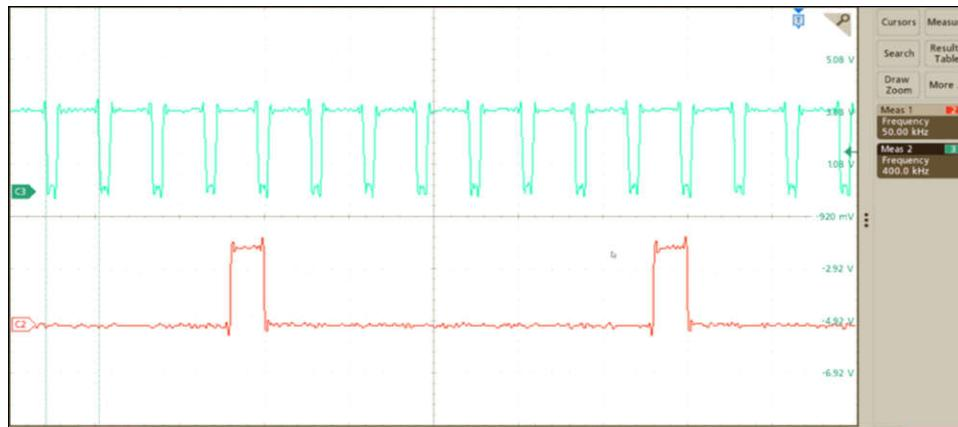

图 3-13. ADS9324 CONVST 和 DRDY 信号
4. 如果频率为 50kHz，则使用示波器检查外部 ADC 的 DRDY 信号。图 3-13 显示了 MCU 运行时 ADS9324 DRDY 和 CONVST 信号。